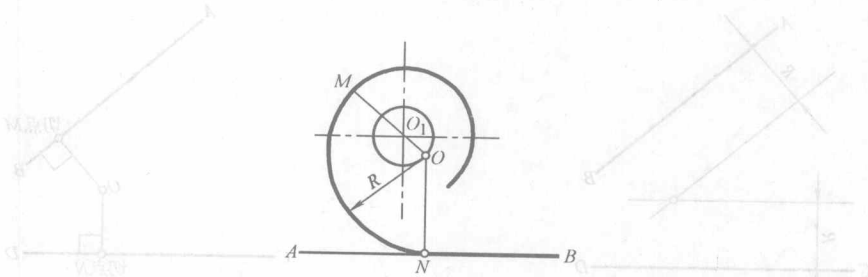

图 1-7 圆弧和直线间的圆弧连接步骤四
4) 以  $O$  为圆心、 $R$  为半径画圆弧交于  $M$ 、 $N$  两点, 如图 1-7 所示。